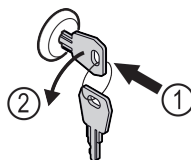

Fig. 179
- ▶ Sæt nøglen i. Fig. 179 (1)
- ▶ Drej nøglen 90° mod uret. Fig. 179 (2)